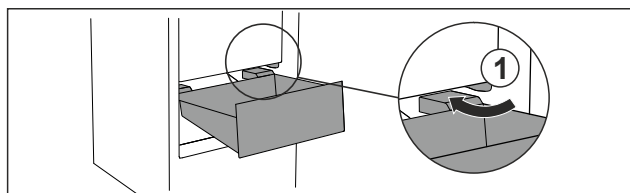

Fig. 70
- ▶ Introducir el cajón inclinado rodeando los topes Fig. 70 (1).